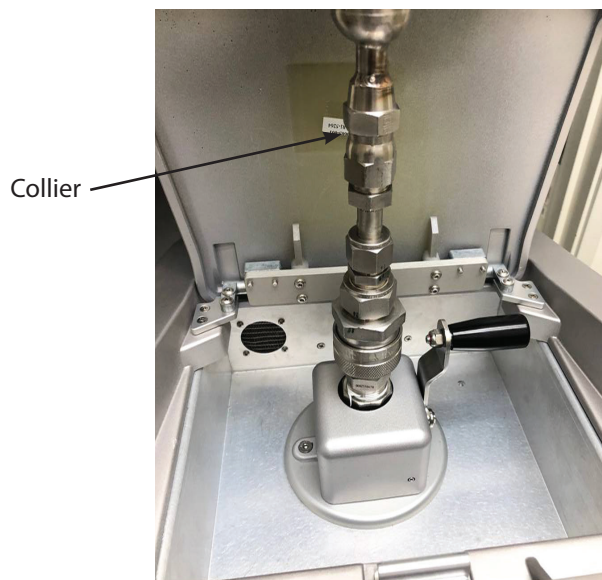

Figure 23 – Insertion du tuyau de remplissage dans l'orifice de remplissage
9. Brancher le tuyau d'azote liquide du réservoir d'alimentation en insérant le tuyau de remplissage dans l'orifice (*Figure 23*).